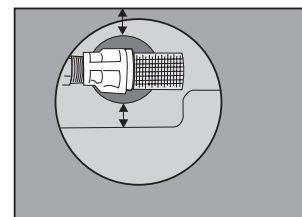
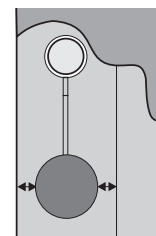

Bild 1
Bild 2
- Jetzt prüfen, ob der Schwimmkörper an der Behälterwand schleift (siehe Bild 1: Draufsicht und Bild 2: Seitenansicht). Hierzu den Schwimmer mit der Hand mehrfach anheben und fallen lassen.